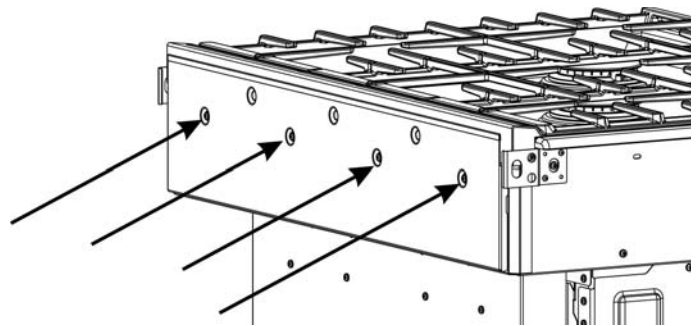

Figure 2 : Emplacements des vis de la grille d'aération arrière
La cuisinière coulisse-t-elle suffisamment vers l'avant pour donner accès aux vis arrière et latéraux de la grille d'aération arrière et de la garniture d'aération arrière? Voir Figure 2: Emplacements des vis de la grille d'aération
3. Enlevez les quatre vis qui maintiennent la grille d'aération arrière en place. Conservez ces vis pour remettre la grille d'aération en place. Voir Figure 2: Emplacements des vis de la grille d'aération arrière.